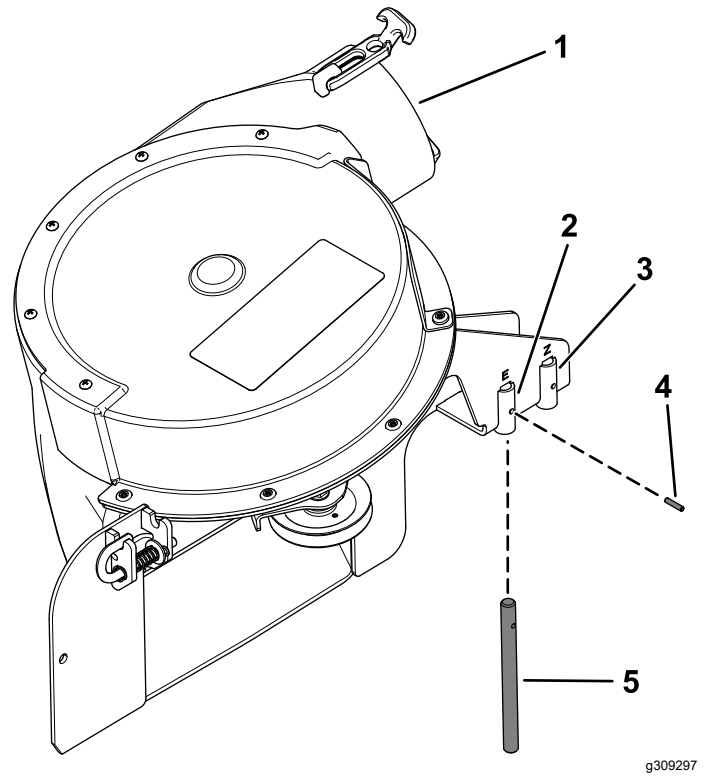

図 40
ピボットピンがブローアアセンブリの所定位置に固定されていることを確認する 図 40。
- 48" と 52" のデッキでは、ピボットピンを前側の穴に取り付ける 図 40。
- 60" のデッキでは、ピボットピンを後側の穴に取り付ける 図 40。